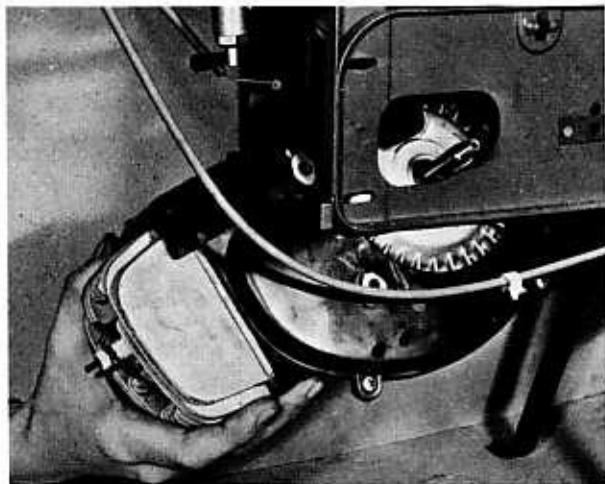

Bild 42
- Der Einbau erfolgt in umgekehrter Ausbaureihenfolge. Den Motor zwischen den beiden Trägern halten und den Kurbelwellenstumpf in die Rahmenöffnung an der linken Seite einführen (Bild 42). Die beiden langen vorderen Befestigungsschrauben einsetzen und die Muttern mit Unterlagscheiben vorläufig nur lose anziehen. Die hintere kurze Schraube einsetzen, aber noch nicht festziehen. Der kleine Hebel zum Verschieben des Motors beim Spannen des Keilriemens soll (falls vorhanden) ebenfalls jetzt eingesetzt werden.